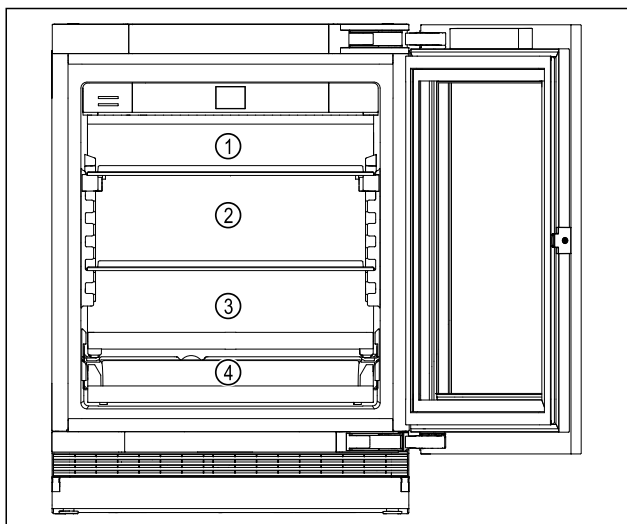

Fig. 5 Voorbeeldweergave
- Bovenste bereik Fig. 5 (1): Boter, kaas, conserven en tubes bewaren.
- Middelste bereik Fig. 5 (2): Verpakt fruit en verpakte groenten, taarten en cakes bewaren.
- Onderste bereik Fig. 5 (3): Bederfelijke voedingsmiddelen zoals kant-en-klaarmaaltijden, vis, vlees en worstproducten bewaren.
- Drankenrek Fig. 5 (4): Blikjes, kleine flesjes bewaren.